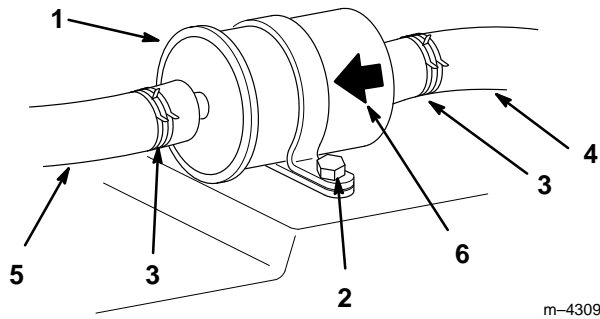

Abbildung 44
3. Die Filter-Befestigungsschraube und den Filter entfernen (Abb. 44).
4. Die Enden der Schlauchklemmen zusammendrücken und die Klemmen vom Filter weg schieben (Abb. 44). Die Kraftstoffleitungen vom Filter abnehmen.
5. Die Kraftstoffleitungen auf den neuen Filter schieben und die Schlauchklemmen an den Filter heranschieben (Abb. 44). Darauf achten, daß der Strömungsrichtungspfeil zum Motor/zur Kraftstoffpumpe zeigt. Den Filter mit der vorher entfernten Befestigungsschraube am Chassis befestigen (Abb. 44).